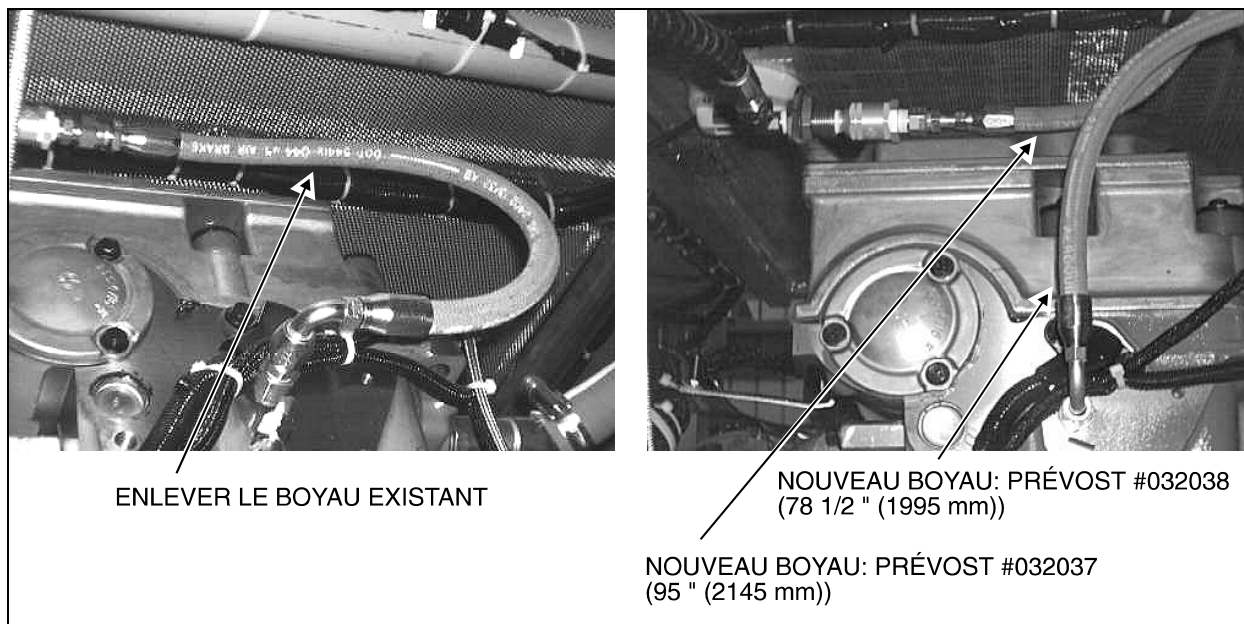

FIGURE 7: BOYAUX DU REFROIDISSEUR DE CARBURANT SUR LE MOTEUR
6. Sur le moteur, au dessus du boîtier de volant moteur, localiser le boyau de retour de carburant (Fig. 7) et le débrancher.
7. Utiliser un scellant à filet de type *Loctite 567™* pour installer les boyaux (Prévost #032037 et #032038) sur le moteur (Fig. 7).